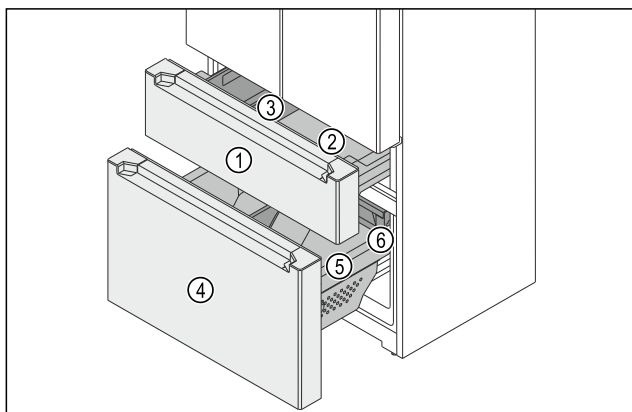

Fig. 148 Izvlačna kutija zamrzivača
- (1) Gornja izvlačna kutija
- (2) Spremnik
- (3) FlexBox
- (4) Donja izvlačna kutija
- (5) Spremnik
- (6) Ladica
Zamrzivač se sastoji od dvije izvlačne kutije. U gornjoj izvlačnoj kutiji Fig. 148 (1) nalaze se spremnik Fig. 148 (2) i FlexBox Fig. 148 (3). U donjoj izvlačnoj kutiji Fig. 148 (4) nalaze se veliki spremnik Fig. 148 (5) i ladica Fig. 148 (6). Spremnike u gornjoj i donjoj izvlačnoj kutiji možete izvaditi radi čišćenja.